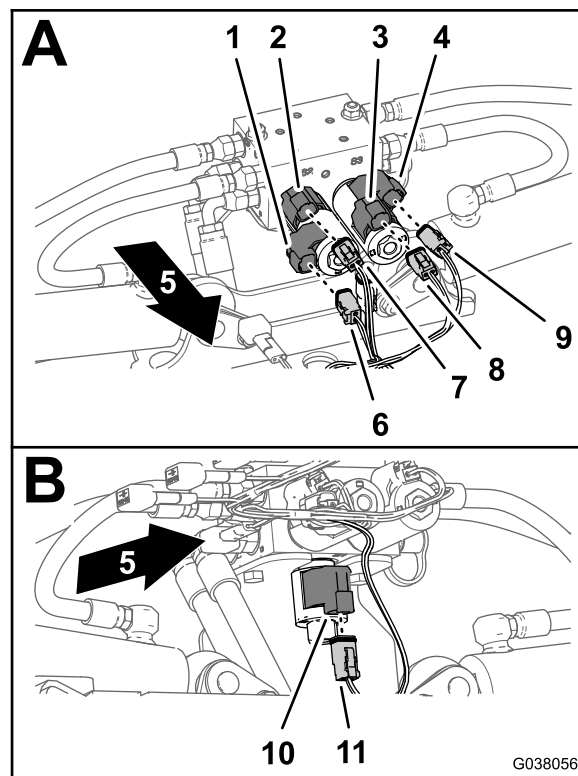

Bild 115
1. Stecken Sie an der linken Stromspule unten den 2-Buchsen-Stecker des hinteren Kabelbaums, der mit LEFT DOWN SOLENOID beschriftet ist, in den 2-Stift-Stecker für die linke Stromspule unten (Bild 115).
2. Stecken Sie an der linken Stromspule oben den 2-Buchsen-Stecker des hinteren Kabelbaums, der mit LEFT UP SOLENOID beschriftet ist, in den 2-Stift-Stecker für die linke Stromspule oben (Bild 115).
3. Stecken Sie an der rechten Stromspule oben den 2-Buchsen-Stecker des hinteren Kabelbaums, der mit RIGHT UP SOLENOID beschriftet ist, in den 2-Stift-Stecker für die rechte Stromspule oben (Bild 115).
4. Stecken Sie an der rechten Stromspule unten den 2-Buchsen-Stecker des hinteren Kabelbaums, der mit RIGHT DOWN SOLENOID beschriftet ist, in den 2-Stift-Stecker für die rechte Stromspule unten (Bild 115).
5. Stecken Sie unten am Hubzylinderverteiler den 2-Buchsen-Stecker des hinteren Kabelbaums, der mit ENABLE SOLENOID beschriftet ist, in den 2-Stift-Stecker für „Enable solenoid“ (Bild 115).